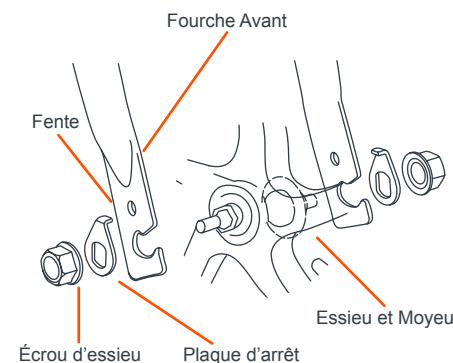

Fig. 3
**3)** Faites glisser la plaque d'arrêt sur la roue avant. Assurez-vous que la languette relevée pointe en direction de la fourche et insérez-la dans la fente de la fourche. Avant de serrer la roue, alignez la languette de la plaque d'arrêt avec la fente (Fig. 3).